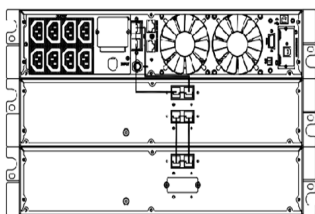

Рис. 10 Типовая установка ЕВР
c. Для нижнего (или единственного) ЕВР снимите заглушку для кабеля только на верхней части передней крышки ЕВР. См. на рис. 10 , расположение верхней кабельной заглушки ЕВР.
d. Если вы устанавливаете более одного ЕВР, для каждого дополнительного ЕВР снимите кабельные заглушки ЕВР сверху и снизу передней крышки ЕВР. См. рис. 10.
e. Подключите кабель ЕВР в аккумуляторный разъем как показано на рис.10. К ИБП может быть подключено до четырех внешних батарейных кабинетов. Соедините черный с черным разъемами.